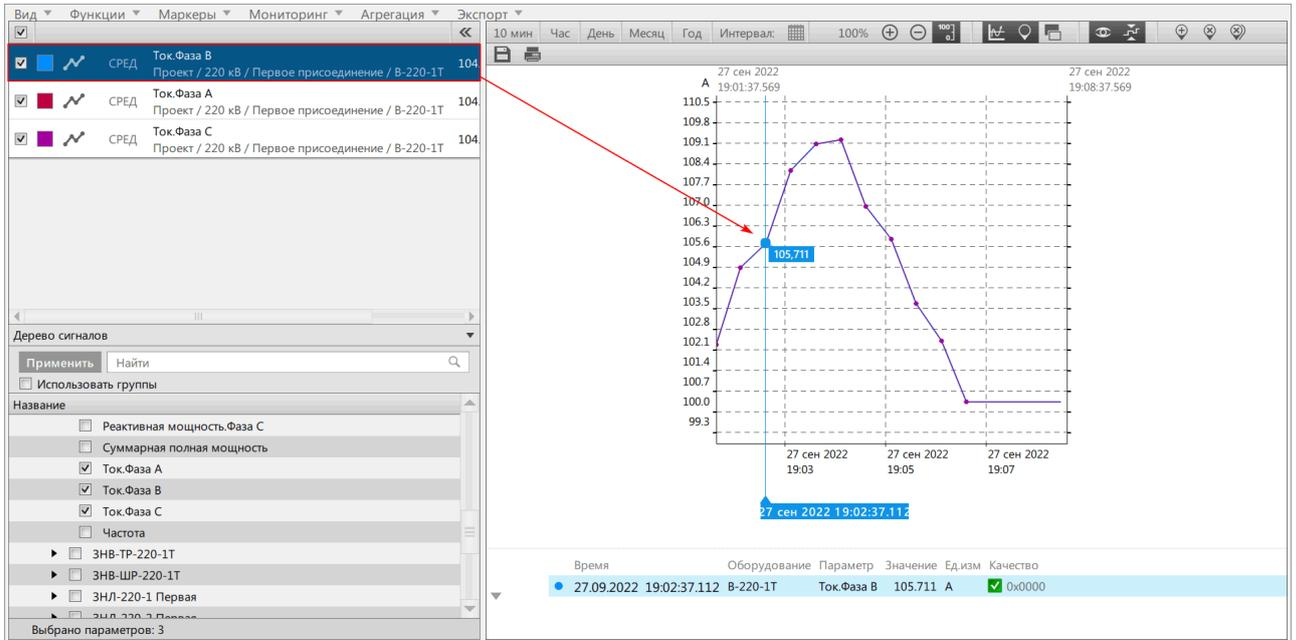

Рисунок 104 - Добавление маркера на график
2. Нажмите *л к м* в области графиков (Рисунок 104).